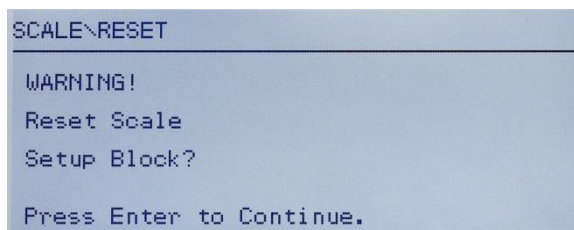

Figure 3-18 : Écran d'avertissement de Réinitialisation du terminal
4. Utilisez la touche de navigation VERS LE BAS pour sélectionner Réinitialisation et appuyez ensuite sur ENTRÉE. L'écran affiche un message d'avertissement sur la réinitialisation de la configuration de la bascule (Figure 3-18).